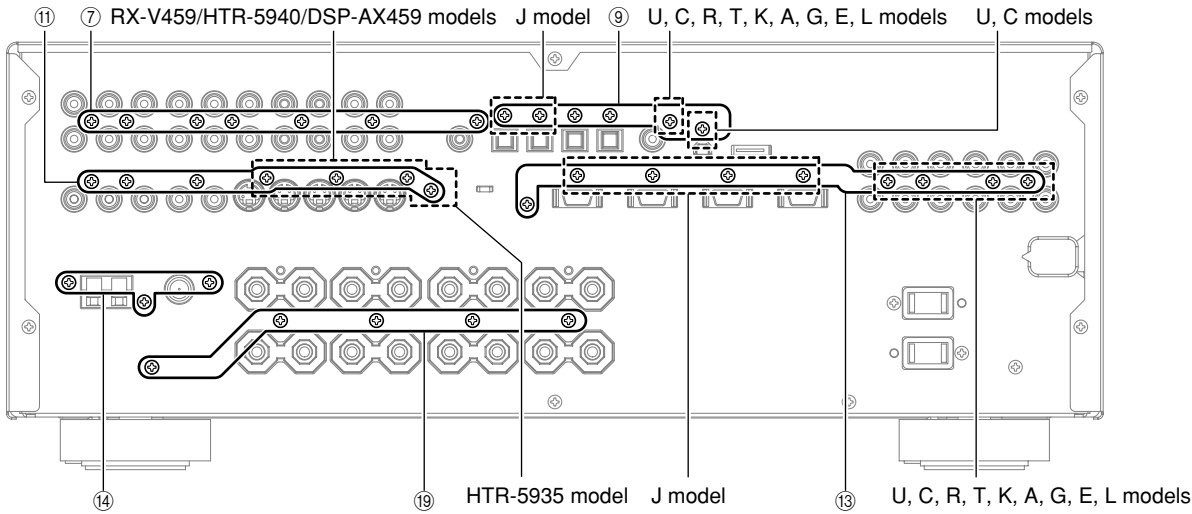

Fig. 4
- b. Remove 7 screws (⑦). (Fig. 4)
- b. Remove 4 screws (U, C models) / 3 screws (R, T, K, A, G, E, L models) (⑨). (Fig. 4)
- b. Remove 6 screws (⑪). (Fig. 4)
- b. Remove 5 screws (⑬). (Fig. 4)
- b. ⑦のネジ7本を外します。(Fig. 4)
- b. ⑨のネジ5本を外します。(Fig. 4)
- b. ⑪のネジ6本を外します。(Fig. 4)
- b. ⑬のネジ5本を外します。(Fig. 4)
- a. Remove 3 screws (⑭). (Fig. 4)
- c. Remove 5 screws (⑲). (Fig. 4)
- a. ⑭のネジ3本を外します。(Fig. 4)
- c. ⑲のネジ5本を外します。(Fig. 4)